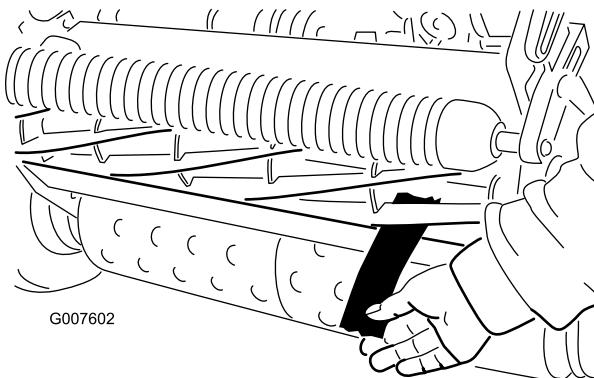

図 40
4. リール前面の左右いずれかの端を選び、リールと下刃の間に、長く切った新聞紙片を差し入れる (図 40)。リールをゆっくり前回転させながら下刃調整ネジを締める (新聞紙を入れた側の調整ネジを、1目盛りづつゆっくりと)。新聞紙を前から (ベッドナイフの上面に平行に) 入れると軽く挟ま
6. 両側の調整ができたら最終確認を行う：紙片をリールの前から差し込んだ時にはさむだけ、下から差し込むと切れるのが正しい調整である (図 40)。リールと下刃のごくわずかの接触で紙が切れなければいけない。接触を強くしないと切れない (リール回転トルクが0.08 kg.m以上) 場合には、鋭利な刃先を取り戻して精密なカットができるようにバックラップか研磨を行うことが必要 (Toro研磨マニュアルを参照。)